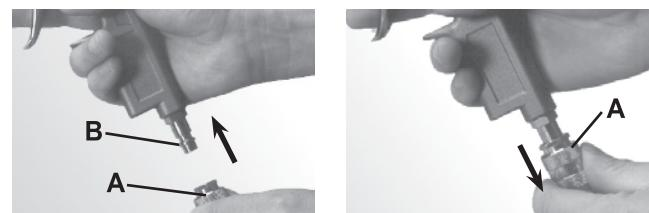

Рис.1
1. Подсоедините необходимый пневмоаксессуар или инструмент к воздушному шлангу. Подключение производится за счет быстросъемного соединения **A-B** (рис.1). Вставьте штуцер пневмоинструмента **B** внутрь муфты **A**. Металлический щелчок является сигналом о том, что соединение произошло.